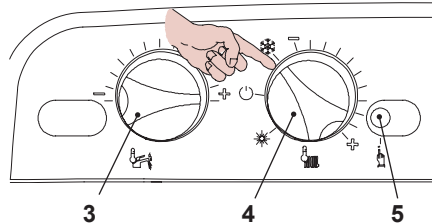
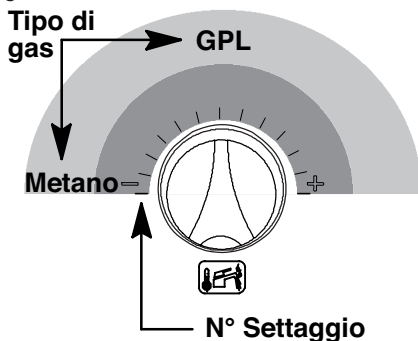
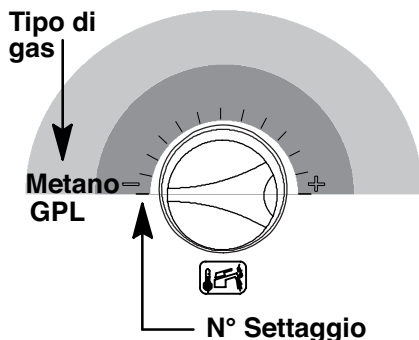

Fig. 8.2
Fig. 8.7
Fig. 8.11
- Posizionare il selettore 3 e la manopola regolazione sanitario 4 come in Fig. 8.2.
- Per settare il Tipo di gas bisogna entrare in programmazione premendo per 15 secondi il pulsante di ripristino 5 in Fig. 8.2 fino alla comparsa del parametro **P01** sul display LCD; sul display LCD compare la seguente visualizzazione (la sequenza **P01** si alterna - - - -).
- Premere il pulsante di ripristino 5 in Fig. 8.2 per lo scorrimento dei vari parametri sino al raggiungimento del parametro **P05** valido per il settaggio del Tipo di gas; sul display LCD compare la seguente visualizzazione (la sequenza **P05** si alterna a 01).
Esempio: Se il tipo di gas di alimentazione è il GPL (G31) e la caldaia è predisposta per il funzionamento con il gas Metano (G20) ruotare la manopola 3 in Fig. 8.2 come in Fig. 8.7.
- Premere il pulsante di ripristino 5 in Fig. 8.2 per il raggiungimento del parametro P06 valido per il settaggio del Tipo di gas (secondo livello); sul display LCD compare la seguente visualizzazione (la sequenza P06 si alterna a 01).
- Per cambiare il settaggio ruotare la manopola regolazione temperatura sanitaria 3 in Fig. 8.2 e posizionarla sulla posizione prescelta vedi anche Fig. 8.11.